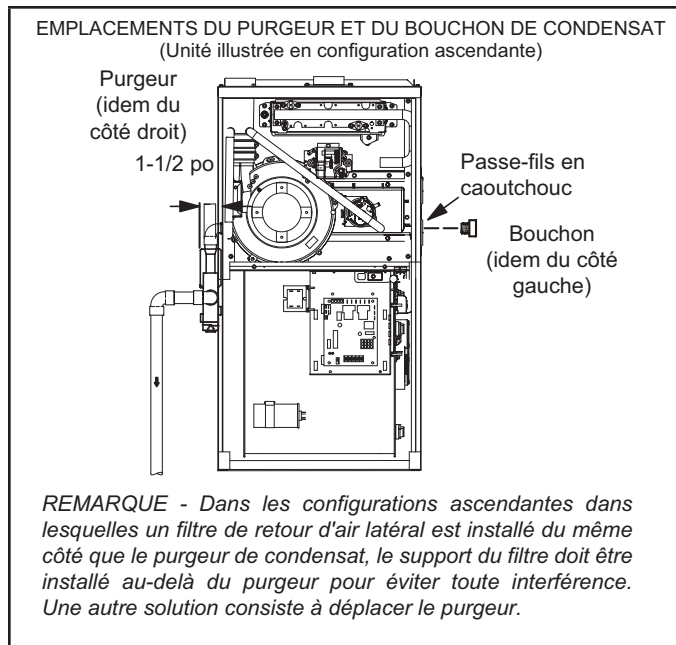
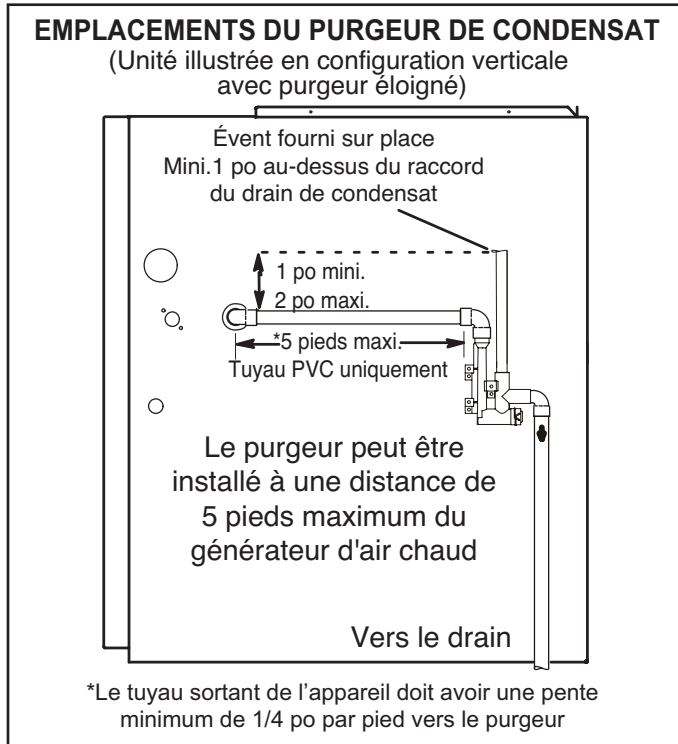
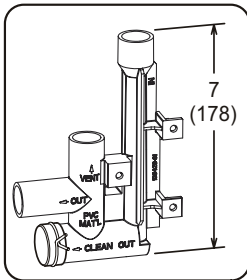

Figure 45
Figure 47
Figure 53
Cette unité est prévue pour une sortie à gauche ou à droite du tuyau de condensat en configuration ascendante. En configuration horizontale, le purgeur de condensat doit se prolonger en dessous du générateur. Prévoir un dégagement d'entretien de 8 po pour le purgeur. Voir les Figure 45 et Figure 47 pour les emplacements du purgeur de condensat. La Figure 53 illustre le piège avec tuyau en PVC de 1/2 po ou de 3/4 po.
- 2 - Utiliser un grand tournevis à tête plate ou une douille d'entraînement de 1/2 po pour retirer le capuchon (Figure 45) du boîtier du collecteur de l'extrémité froide à l'emplacement approprié sur le côté de l'appareil. Installer un coude de 3/4 po NPT sur le boîtier du collecteur de l'extrémité froide. Utiliser de l'adhésif au Téflon ou un enduit d'enrobage approprié.
- 3 - Installer le bouchon sur l'ouverture de nettoyage à la base du purgeur. Fixer avec le collier. Voir Figure 53.
- 4 - Installer le purgeur à l'aide des raccords PVC appropriés et sceller tous les joints. Coller le purgeur fourni comme illustré à la Figure 53. Acheminer le conduit de condensat jusqu'à un drain ouvert. La conduite de condensat doit maintenir une pente descendante de 1/4" entre l'appareil et le drain.